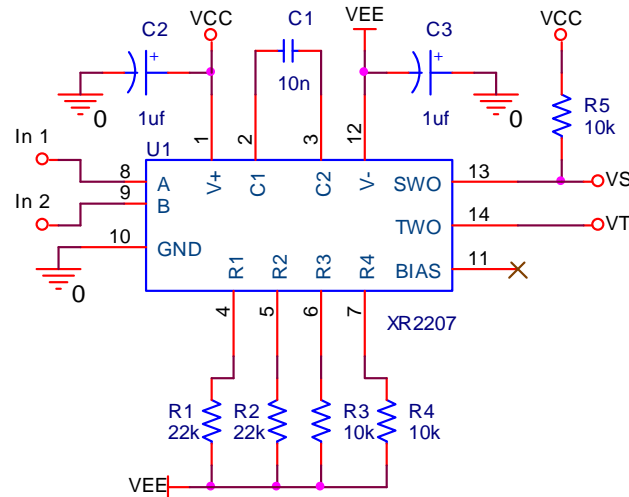

Figura 1
- 1) Arme el circuito oscilador controlado por voltaje (VCO) de la Figura 1 y aliméntelo con $V_{CC} = 10V$ y $V_{EE} = -10V$. Tenga cuidado con la polaridad de los capacitores.